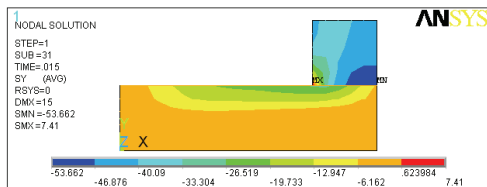

图 4-95 滑块内部 Y 方向应力场等值线图
3) 选择 Main Menu | General Postproc | Plot Results | Contour Plot | Nodal Solu 命令, 出现 Contour Nodal Solution Data 对话框, 在 Item to be contoured 列表框中选择 Nodal Solution | Stress | Y-Component of stress, 单击 OK 按钮, ANSYS 窗口将显示如图 4-95 所示的滑块内部 Y 方向应力场等值线图。